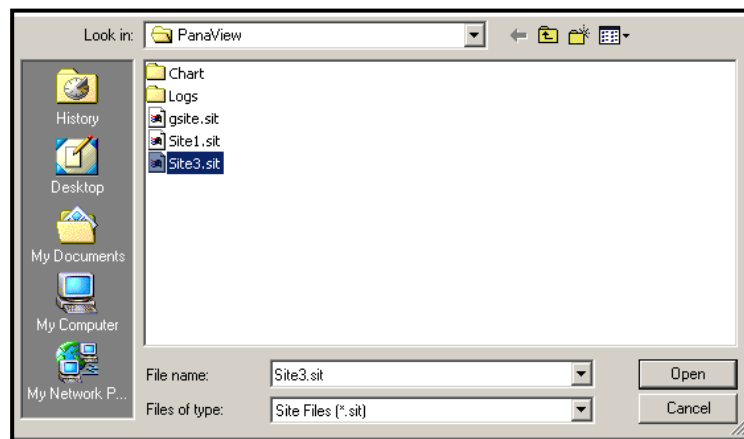
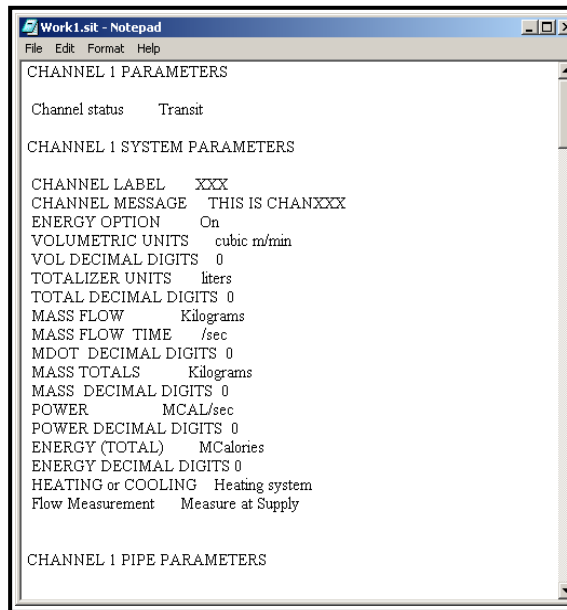

Figura 52: Seleção de arquivo do local
Figura 54: Imprimindo o arquivo do local
2. Em seguida, clique no botão [Save Site to Meter] (Salvar local no medidor). Uma tela semelhante à *Figura 52* abaixo é exibida.
5. A janela *Site File Selection* (Seleção de arquivo do local) (*Figura 52 na página 107*) é exibida. Destaque um arquivo do local com as configurações desejadas e clique em [Open] (Abrir). O arquivo do local se torna o local de *Working* (Trabalho) no medidor com as configurações desejadas.
2. Clique em [Save Site to PC] (Salvar local no PC). Uma janela semelhante à *Figura 52 na página 107* é aberta.
1. Destaque o local no painel esquerdo. (consulte a *Figura 52 na página 107*.)
3. A janela *Site File Selection* (Seleção de arquivo do local) (mostrada na *Figura 52 na página 107*) é aberta. Insira o nome de local desejado (agora com um sufixo .prt) e clique em [Save] (Salvar). O PanaView exibe uma versão de texto do local, como mostrado na *Figura 54* abaixo.